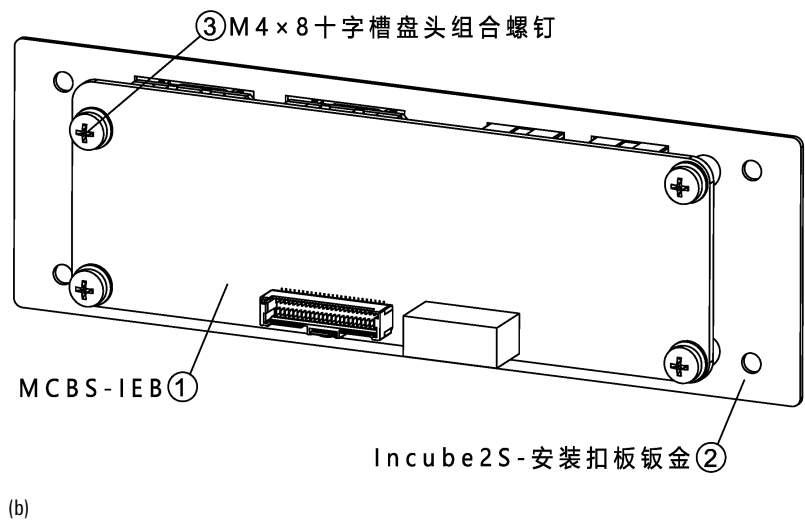

图 21-17 安装 MCBS-IEB
步骤2. 用 4 个 ③ M4X8 十字槽盘头组合螺钉将 ① MCBS-IEB 固定在 ② inCube2S-安装扣板钣金上，参考图 21-17。